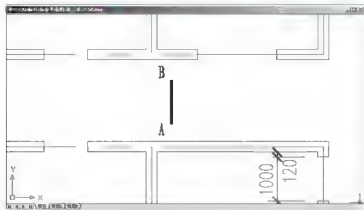

图 3.65 绘制门扇
(2) 绘制门扇: 单击 **【绘图】** 工具栏上的 **【多段线】** 图标  或在命令行输入 “PL” 并按 Enter 键, 启动绘制多段线命令。
① 在指定起点: 提示下, 在屏幕上任意单击一点作为多段线的起点。
② 在当前线宽为 0.0000, 指定下一个点或 **【圆弧 (A) / 半宽 (H) / 长度 (L) / 放弃 (U) / 宽度 (W)】**: 提示下, 输入 “W” 后按 Enter 键。
③ 在指定起点宽度 <0.0000>: 提示下, 输入 “50”。
④ 在指定端点宽度 <0.0000>: 提示下, 输入 “50”, 这样就将线宽改为 50mm。按 F8 键打开 **【正交】** 功能。
⑤ 在指定下一点或 **【圆弧 (A) / 闭合 (C) / 半宽 (H) / 长度 (L) / 放弃 (U) / 宽度 (W)】**: 提示下, 将光标垂直向上拖动, 输入 “1000” 后按 Enter 键结束命令, 结果如图 3.65 所示。